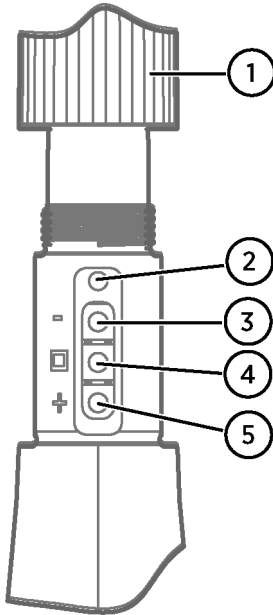

Figura 12 Botones de ajuste del HMP155
Hay 3 botones marcados -, □ y +. También hay un LED indicador de 2 colores. Consulte Figura 12 \(página 70\).
- 3. Abra el enchufe protector y podrá observar tres botones marcados -, □ y +. También hay un LED indicador de dos colores. Consulte Figura 12 \(página 70\).